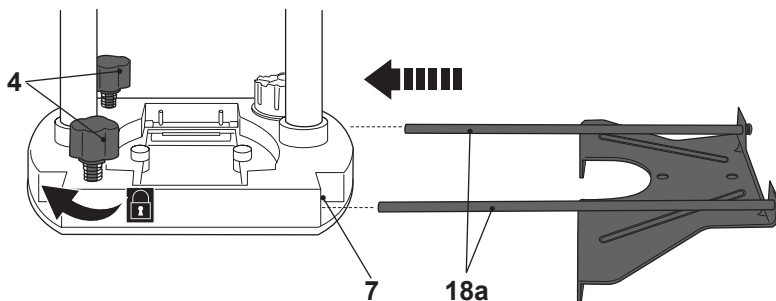

Fig. 8
- > Deslize as extremidades abertas das varetas (18a) através dos orifícios na base (7) (Fig. 8).